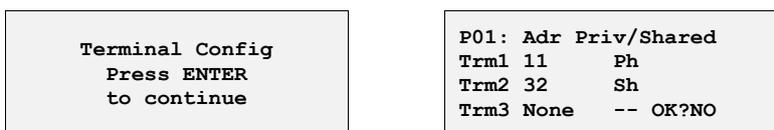

Рис. 13
- При повторном нажатии клавиши последовательно выводится ряд экранов, как показано на рис. 13.
В поле Pxx отображается адрес выбранной платы; в примере на рис. 13 выбрана плата P01. Чтобы выйти из процедуры настройки и сохранить данные, выберите поле “OK?”, установите для него значение Yes и нажмите **ВВОД** для подтверждения.